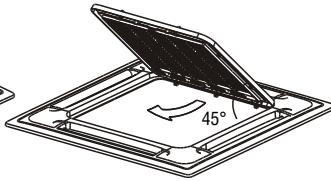

Рис. 10
- b) Поверните решетку на угол 45° и выньте ее (рис. 10).